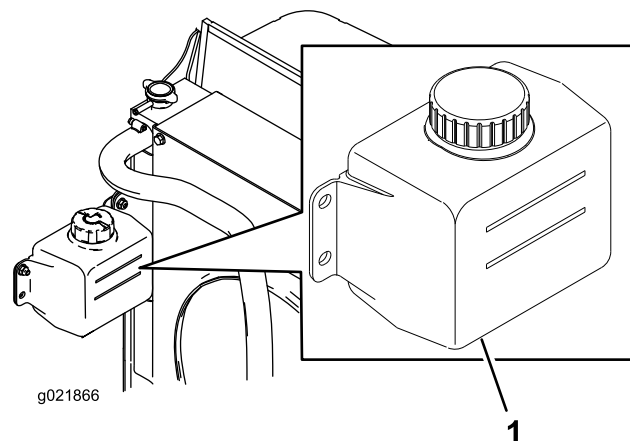

Рисунок 63
1. Проверьте уровень охлаждающей жидкости в расширительном бачке (Рисунок 63).